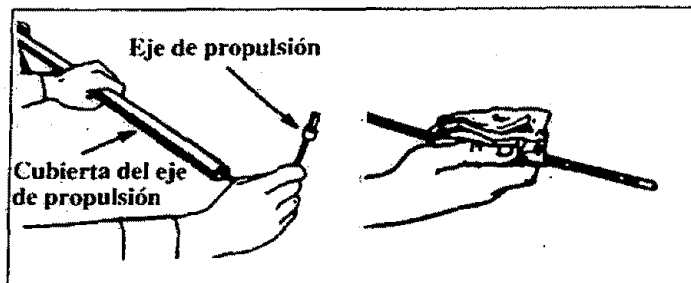

Figura 20
- Después de cada diez (10) horas de operación.
3. Saque el eje de propulsión de la cubierta del eje de propulsión. Figura 20.
5. Utilizando un trapo limpio, limpie bien la superficie del eje de propulsión para eliminar toda la grasa vieja. Figura 20.
8. Reinstale el eje de propulsión en la cubierta del eje de propulsión. Figura 20.